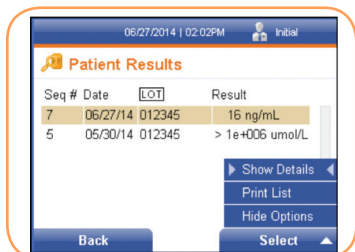

FIGURA 60
1. Desde la pantalla *Resultados del paciente*, pulse la tecla programable derecha para acceder al menú Opciones (Figura 60).